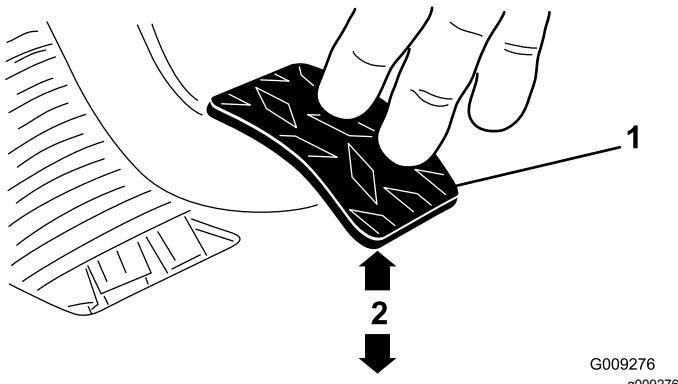

Figura 60
3. Ajuste las contratueras o la articulación esférica hasta que el borde trasero del pedal del embrague esté a 9,2–9,8 cm del borde superior del dibujo a rombos de la chapa de suelo al aplicar una fuerza de 1,8 kg al pedal (Figura 60).